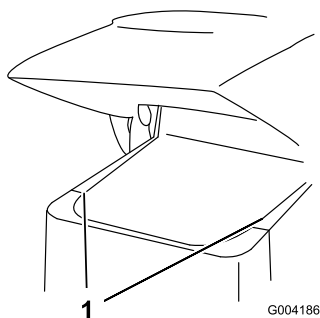

Figure 26
2. Faites coulisser les panneaux latéraux (Figure 26) vers le haut pour les sortir des fentes du panneau avant et du cadre.